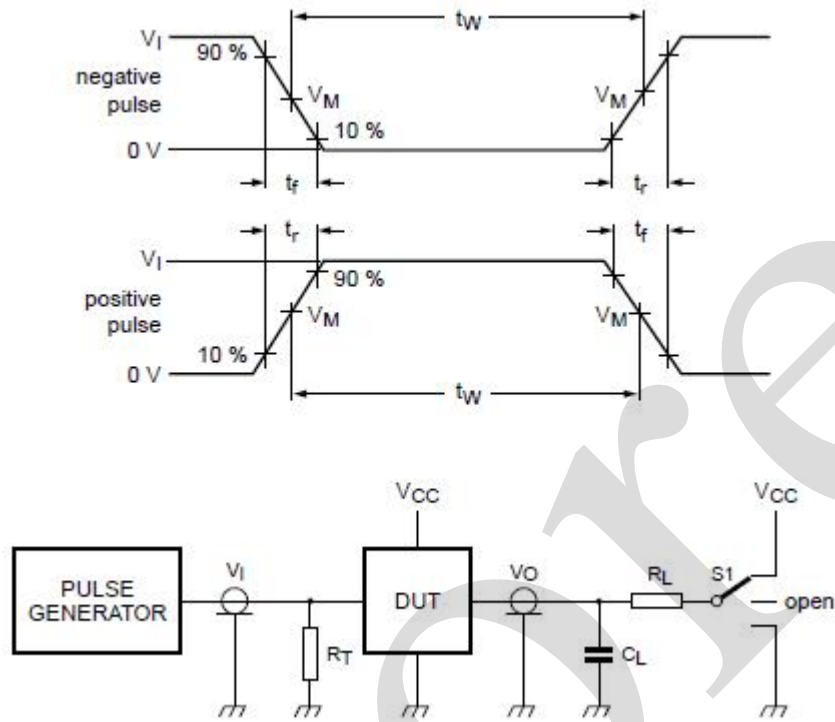

图 5、测试开关速度的负载电路
3.3.3、交流参数 1 (除非另有规定,  $T_{amb}=25^\circ C$ ,  $GND=0$ ,  $t_r=t_f=6.0ns$ ,  $C_L=50pF$ , 见图 5)
3.3.4、交流参数 2 (除非另有规定,  $T_{amb} = -40 \sim +85^{\circ}C$ ,  $GND=0$ ,  $t_r=t_f=6.0ns$ ,  $C_L=50pF$ , 见图 5)